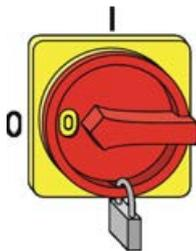

Fig. 5: Asegurar el interruptor principal
- ▶ Seccionador eléctrico con candado (Fig. 5).